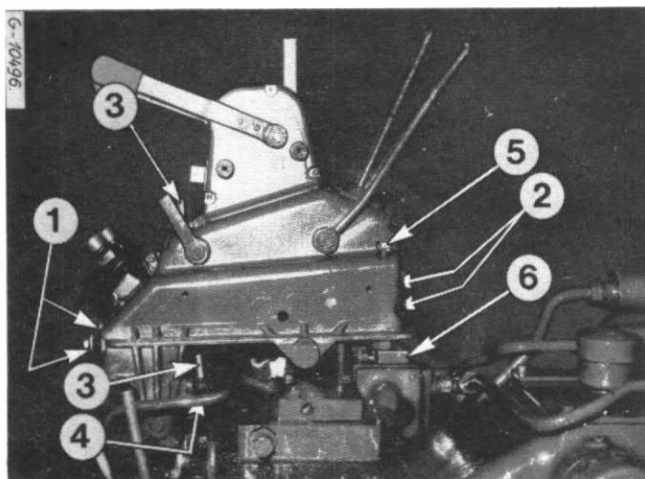

Fig. 32
- 17. Monter les entretoises (4 et 6, Fig. 32, 33) et les vis de positionnement (3, 5 et 7). Voir Fig. 60 pour des renseignements complémentaires.
- 3 — Orifices d'accès pour (1, Fig. 32)